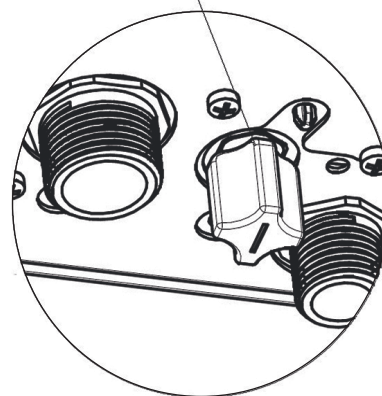

Рис. 11 Заполнение системы отопления (ГАЗ 6000 ..C RN)
- Заполните отопительную систему до давления 0,1-0,2 МПа (1-2 бар) и закройте кран для заполнения и слива. Для котлов ...C – как показано на рис. 11, для ...H в монтажной схеме необходимо предусмотреть устройство для подпитки.